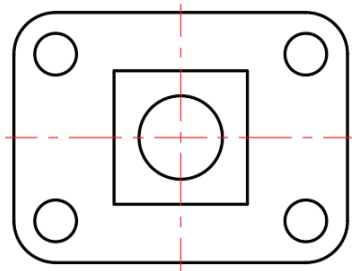

图 15-53 拉长中心线得到的图形效果
8 拉长中心线的长度。在功能区“默认”选项卡的“修改”溢出面板列表中单击“拉长”按钮，在“选择要测量的对象或 [增量(DE)/百分比(P)/总计(T)/动态(DY)] <增量(DE)>:”提示下选择“增量 (DE)”提示选项，接着输入长度增量为“5”，分别在要拉长的一端选择要修改的中心线，以使中心线各端均拉长到轮廓线外 5mm 处，如图 15-53 所示。